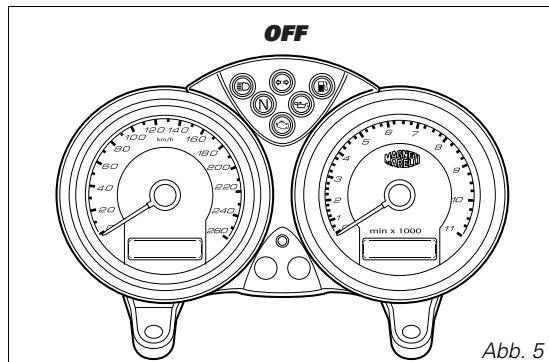
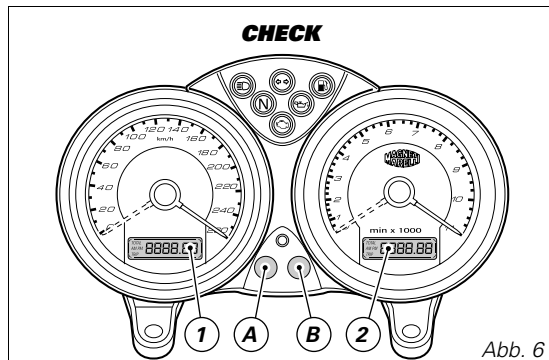

Abb. 5
Abb. 6
Beim Einschalten (Zündschlüssel von **OFF** auf **ON**) führt das Cockpit einen **Check** an allen Instrumenten (Zeiger, Display, Kontrollleuchten), siehe (Abb. 5) und (Abb. 6) durch.
Durch Drücken der Taste (B, Abb. 6) werden bei einem auf **ON** stehenden Zündschlüssel abwechselnd der Stand des Tageskilometerzählers und des Gesamtkilometerzählers angezeigt.
In der Funktion **TRIP** (Tagekilometerzähler) wird durch Drücken der Taste (B, Abb. 6) um mehr als 2 Sekunden das Display (LCD 1) zurückgesetzt.
Durch Drücken der Taste (A, Abb. 6) werden bei einem auf **ON** stehenden Zündschlüssel abwechselnd die Uhr und die Wassertemperatur angezeigt.
Die Taste (A, Abb. 6) mindestens 2 Sekunden lang drücken.
Durch Drücken der Taste (B, Abb. 6) kann zwischen **AM/PM** gewählt werden. Die Taste (A) drücken, um zur Einstellung der Uhrzeit überzugehen. Für die Änderung der Stunde wiederholt die Taste (B) drücken. Die Taste (A, Abb. 6) drücken, um zur Einstellung der Minuten überzugehen.
Durch wiederholtes Drücken der Taste (B) (Abb. 6) innerhalb von 5 Sekunden nach dem Umstellen des Zündschlüssels auf **ON** kann die Cockpithelligkeit eingestellt werden.